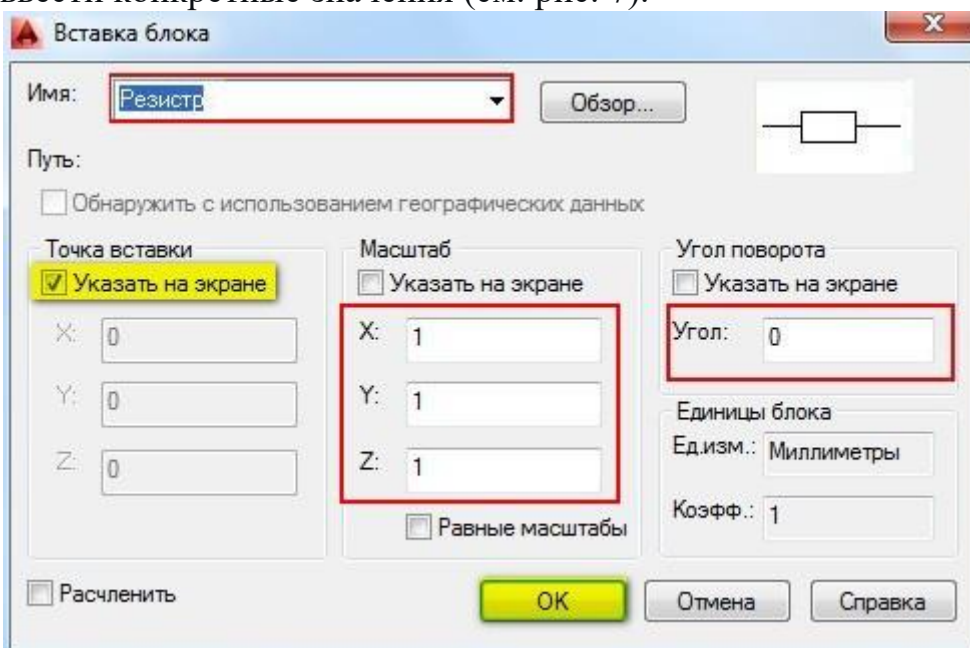

Рис. 7. Диалоговое окно «Вставка блока» в Автокаде.
- указать точку вставки, масштабный коэффициент и угол поворота. Точку вставки лучше указывать непосредственно на чертеже. Для этого нужно установить опцию «Указать на экране». Для других параметров можно ввести конкретные значения (см. рис. 7).